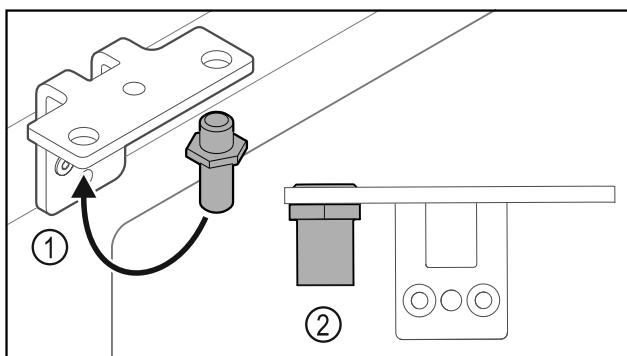

Fig. 33
- Premiestnite čap Fig. 33 (1) v uholníku závesu.
- Uťahnite čap Fig. 33 (2) **uťahovacím momentom 12 Nm**.